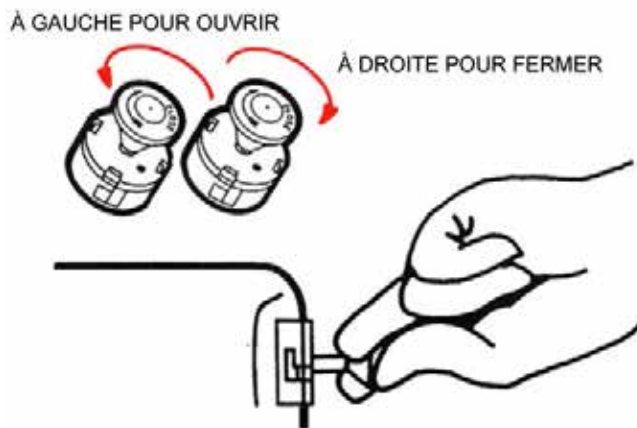

Figure 9 Mise sous pression du réservoir de combustible
2. Tourner la tige de la pompe sur deux tours complets dans le sens antihoraire (voir la figure 9).
3. Placer le pouce sur la bouche d'aération de la poignée de la tige de la pompe (voir la figure 9).
5. Tourner la tige de la pompe dans le sens horaire jusqu'à ce qu'elle soit bien fermée (voir la figure 9).